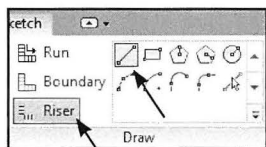

Fig. 10.41. Optegn de to manglende trin.
- Vælg *Riser* og *Line* (Fig. 10.41).